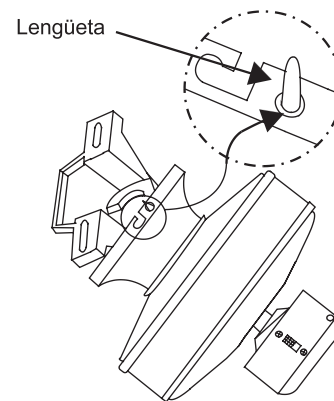

Figura 9
9. Suspender el ventilador en la lengeüta del soporte de suspensión. Asegúrase de que el escudete está completamente asegurado dentro de la lengüeta cómo se muestra en la figura 9 esto le permitirá hacer las conexiones eléctricas.